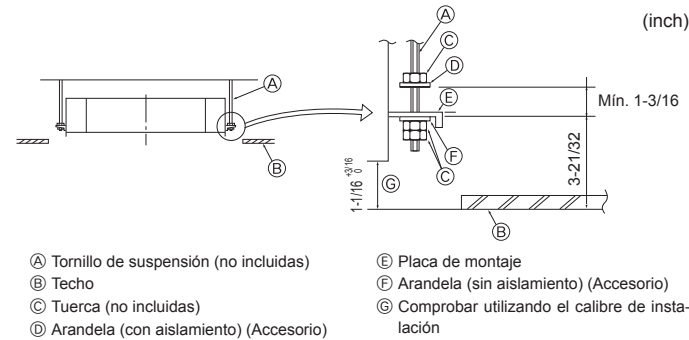

Fig. 3-5
3.5. Procedimientos de suspensión de la unidad (Fig. 3-5)